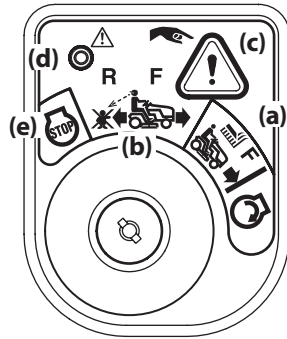

Figura 16
2. Gire la llave de encendido de la posición CORTE NORMAL (a) a la posición MODO PRECAUCIÓN MARCHA ATRÁS (b) del interruptor de encendido. Consulte la Figura 16.
3. Presione y sostenga el BOTÓN MODO PRECAUCIÓN MARCHA ATRÁS (c) que está en la esquina superior derecha del módulo de encendido durante 3 segundos. La luz indicadora roja (d) que está en la esquina superior izquierda del módulo de encendido se mantendrá ENCENDIDA mientras esté el modo activado. Consulte la Figura 16.
4. Una vez activado (luz indicadora ENCENDIDA), se puede operar el tractor en marcha atrás con la PTO (Acople de cuchillas) en la posición acoplada (ON).
El MODO PRECAUCIÓN MARCHA ATRÁS (b) permanecerá activado hasta que (consulte la Figura 16 en la página 46):